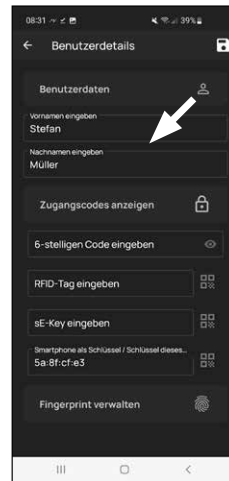

Abb. 4
- 4 Sie gelangen in eine Übersicht mit den Benutzerdaten. Sofern Sie einen neuen Benutzer angelegt haben, geben Sie bitte zunächst den Vor- und Nachnamen des Benutzers ein (Abb. 4).